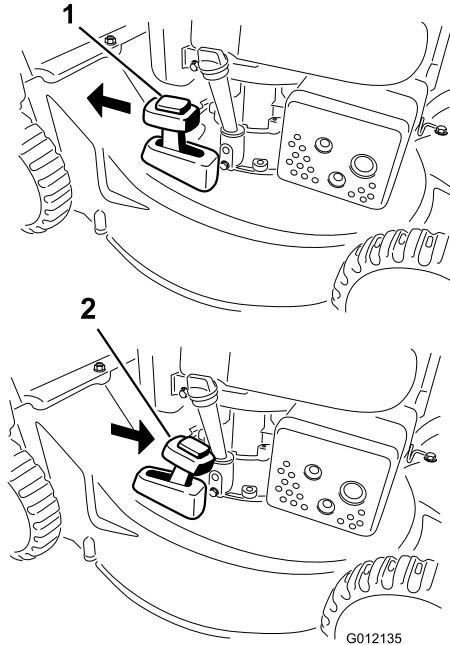

Figura 18
Para reciclar los recortes, mueva la palanca de ensacado a demanda al modo de **reciclado** (Figura 18).
2. Instale la bolsa de recogida; consulte Cómo retirar la bolsa de recogida \(página 12\) y mueva la palanca de ensacado a demanda al modo de **ensacado** (modelo 20836 solamente), como se muestra en Figura 18.
Nota: Si la bolsa de recogida está instalada en la máquina, retírela antes de proceder a la descarga lateral de los recortes; consulte Cómo retirar la bolsa de recogida \(página 12\). La palanca de ensacado a demanda debe estar en el modo de **ensacado** (modelo 20836 solamente), como se muestra en Figura 18.